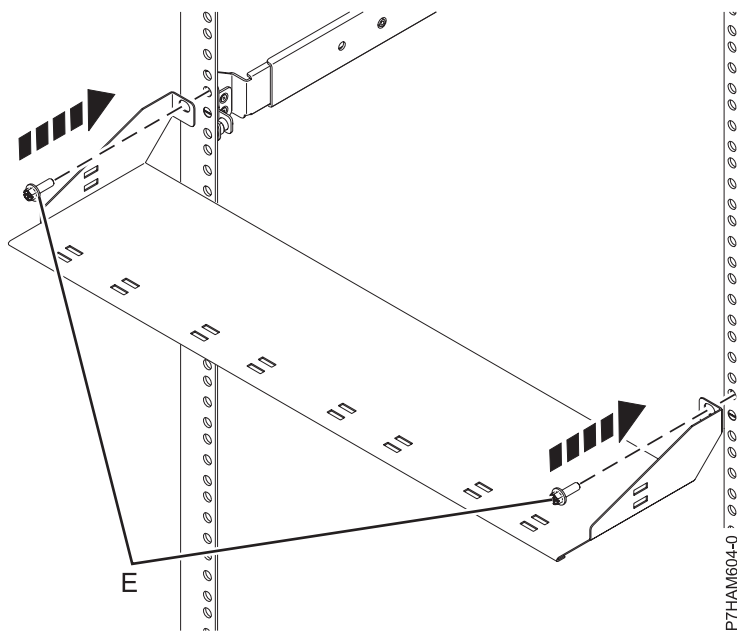

Figure 11. Fixation du passe-câbles
- g. A l'arrière de l'armoire, positionnez le passe-câbles sur les cornières arrière de l'armoire, en alignant les trous de montage du passe-câbles sur les trous supérieurs de l'emplacement EIA contenant le boîtier, comme indiqué sur la figure 11, à la page 12. Les vis M5 (**E**) doivent passer dans les trous de montage du passe-câbles, puis dans les trous supérieurs des emplacements EIA sur les cornières de l'armoire.